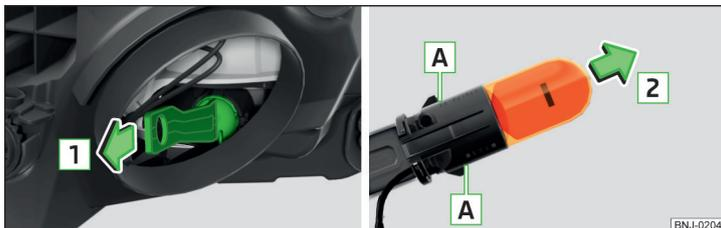

Fig. 214 Cambiar la bombilla para luz intermitente
- › Extraer el portalámparas con la bombilla con movimientos de vaivén en el sentido de la flecha **1** » fig. 214.